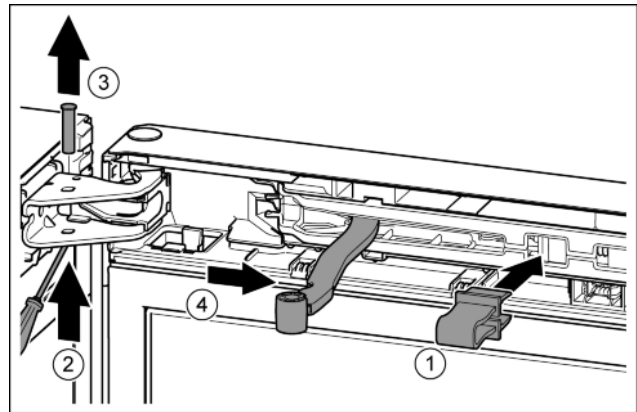

Fig. 12
- Sicherung in Öffnung einrasten. Fig. 12 (1)
- Bolzen mit Schraubendreher herauschieben. Fig. 12 (2)
- Bolzen nach oben herausnehmen. Fig. 12 (3)
- Gelenk in Richtung Tür drehen. Fig. 12 (4)